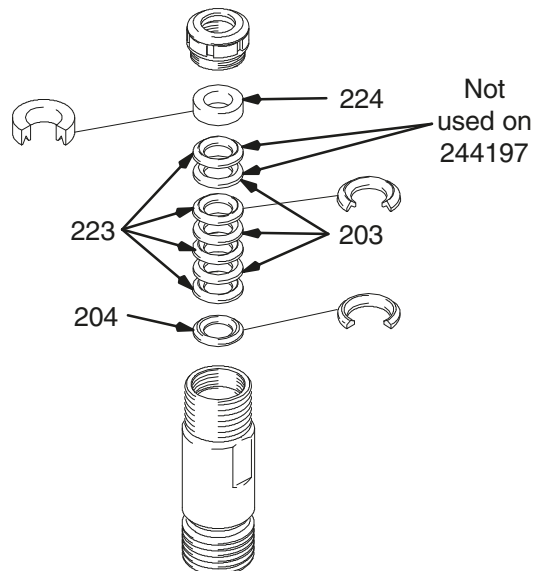

Рис. 12
Рис. 12. Перед сборкой замочите все кожаные уплотнения в масле SAE 30W как минимум на 1 час. Установите охватываемый сальник (204) в цилиндр. Либо набейте полиэтиленом сверхвысокого молекулярного веса (203) и установите кожаные уплотнения (223) (отметьте положение). Установите охватывающий сальник (224) в верхнюю часть цилиндра. Установите уплотнения.